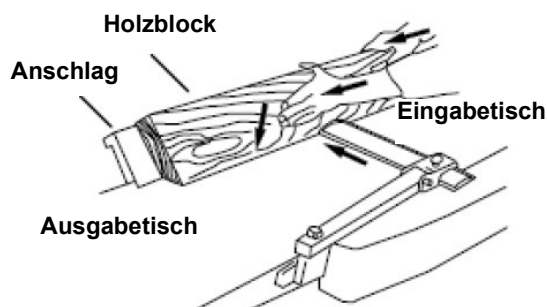

Abb. 18: Abschrägungsvorgang
Schritt 5: Führen Sie das Material über die Hobelmesser und stellen Sie dabei sicher, dass die Vorderseite des Materials völlig flach gegen den Anschlag gedrückt ist und die Kante festen Kontakt mit dem Einlauf- und Auslauftisch (Abb. 18) hat.